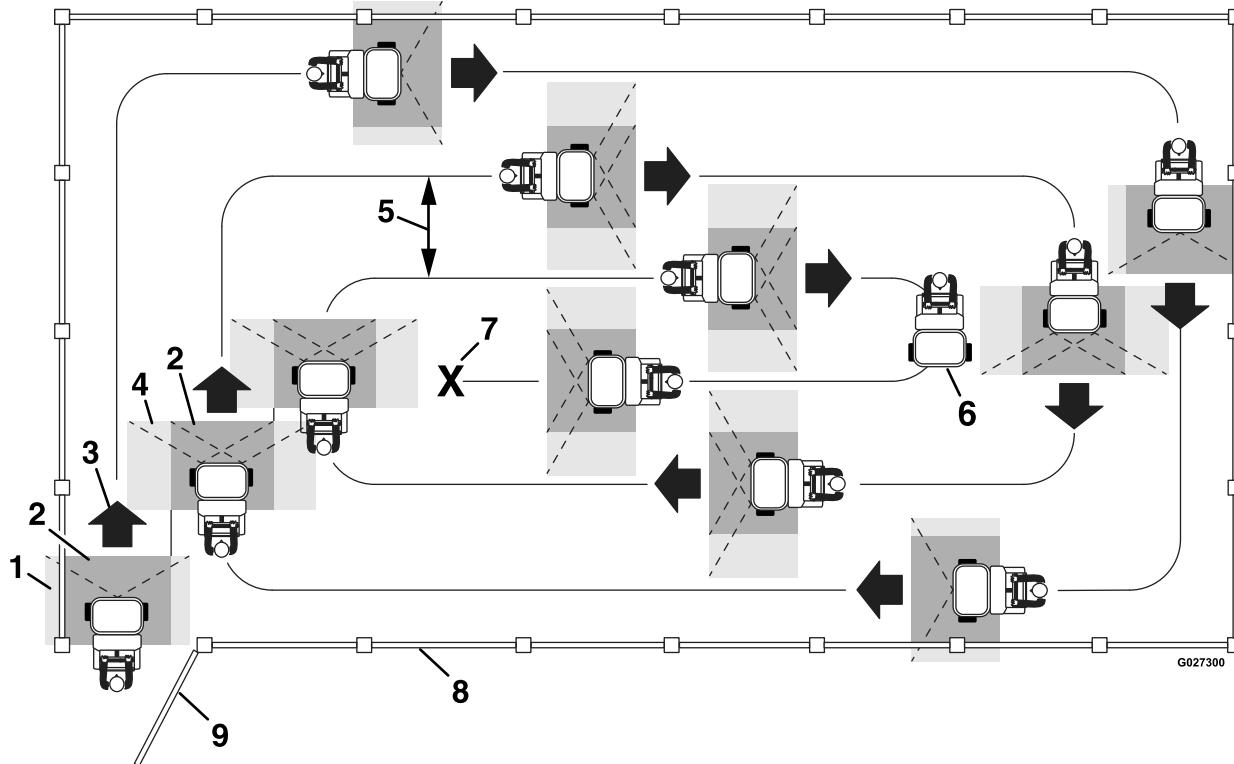

Figure 55
- N'empiez pas sur la zone de pulvérisation effective que vous avez pulvérisée précédemment (voir Figure 55).